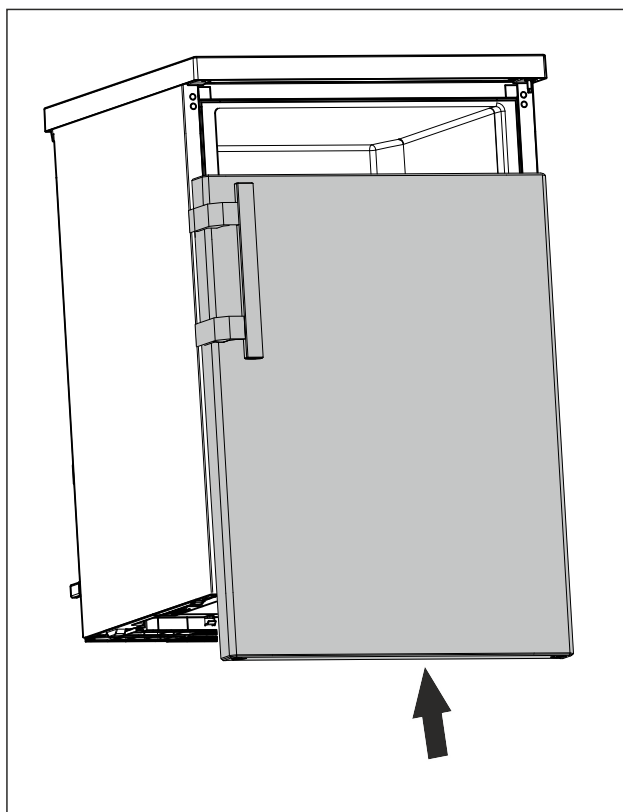

Fig. 19
- Schuif de deur op de bovenste grendel wanneer deze gesloten is. (zie Fig. 19)